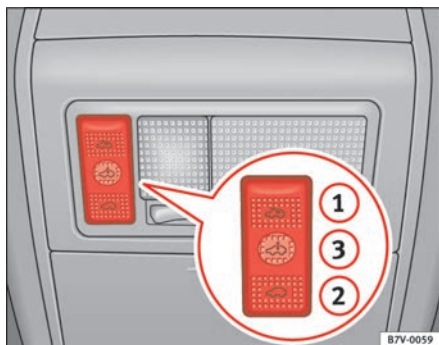

Abb. 66 Ausschnitt vom Dachhimmel: Schalter für das Schiebe- /Ausstelldach
- Drücken Sie die Schaltfläche ⇒ Abb. 66 ①.
Ein durch Kraftbegrenzung wiederholt geöffnetes Schiebe- /Ausstelldach können Sie dann schließen, wenn Sie die Schaltfläche ⇒ Seite 107, Abb. 66 ③ gedrückt halten, bis das Schiebe- /Ausstelldach vollständig geschlossen ist. **Dabei schließt das Schiebe-/Ausstelldach ohne Kraftbegrenzung.** ▶